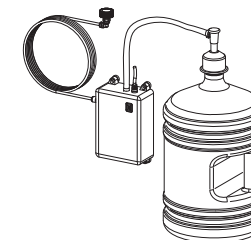

Abb. 4
3.3.2 Wasserpumpe Stand-alone (Abb. 4)